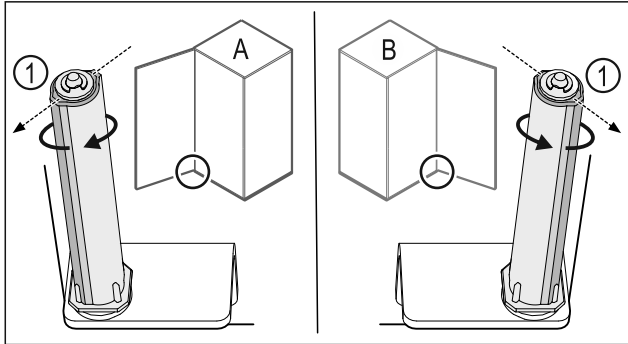

Fig. 42 Левое навешивание (A) / правое навешивание (B)
- ▶ Поворачивайте систему закрытия, преодолевая сопротивление до тех пор, пока ее ребро Fig. 42 (1) не будет направлено наружу.